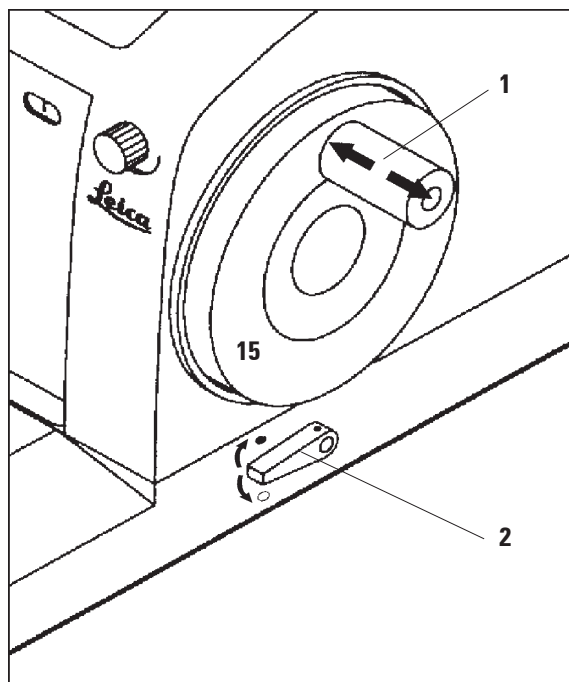

Fig. 2
La manivela (15) puede bloquearse en el punto de inversión superior (posición de las 12 horas) (Fig. 2).
Con la palanca (2) en el lado derecho de la placa base puede activarse el freno de la manivela con el mango en cualquier posición. Si la palanca se empuja hacia arriba, la manivela queda bloqueada. Las dos posiciones (bloqueo / desbloqueo) se indican mediante dos símbolos (Fig. 2).